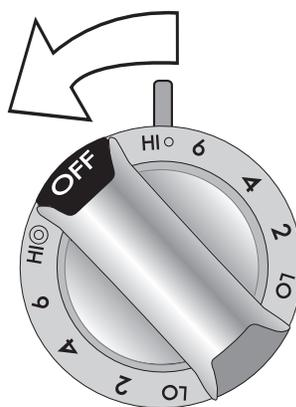

Figure 2 - Réglage de la portion interne de l'élément double
2. Poussez et tournez le bouton de commande dans le sens inverse des aiguilles d'une montre pour faire fonctionner la zone interne de l'élément double (Figure 2) et dans le sens des aiguilles d'une montre pour faire fonctionner l'élément double au complet (Figures 3).